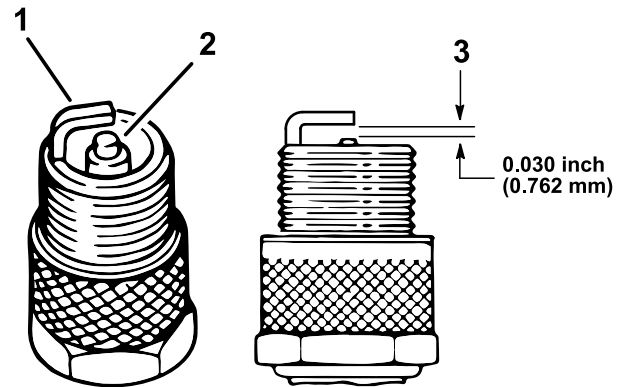

Figura 37
4. Controllate le condizioni degli elettrodi laterale e centrale, e dell'isolatore dell'elettrodo centrale, per accertare che non siano danneggiati (Figura 37).
5. Impostate la distanza tra il centro e il lato degli elettrodi a 0,762 mm, come illustrato nella Figura 37.